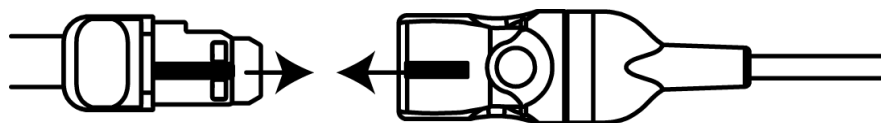

Figura 13-13 Collegamento di un sensore al connettore del cavo del sensore
- 3 Posizionare il connettore del sensore davanti al connettore del cavo sensore e allineare i simboli sui due componenti (figura 13-13).